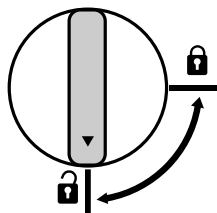

图3-11 开关机旋钮  状态示意图
模块插到系统前，先确认各模块开关机旋钮（位置如图 2-11、图 2-12 中③所示）处于“”状态(如图 3-11 所示)。